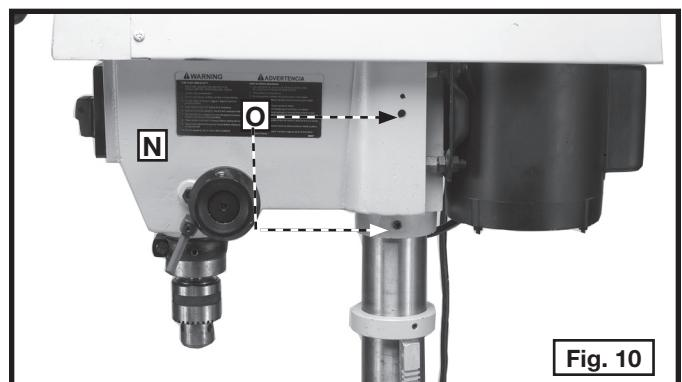
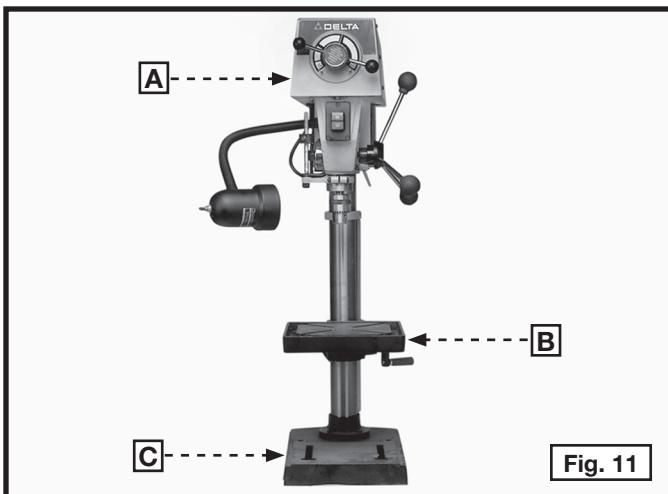

Fig. 10
Fig. 11
8. Coloque la cabeza de la prensa de taladro (N), Fig. 10, en la columna hasta donde llegue.
9. Alinee la cabeza (A), Fig. 11 con el banco (B) y la base (C). Apriete los dos tornillos con cabeza de bloqueo (O) Fig. 10 con la llave hexagonal suministrada.